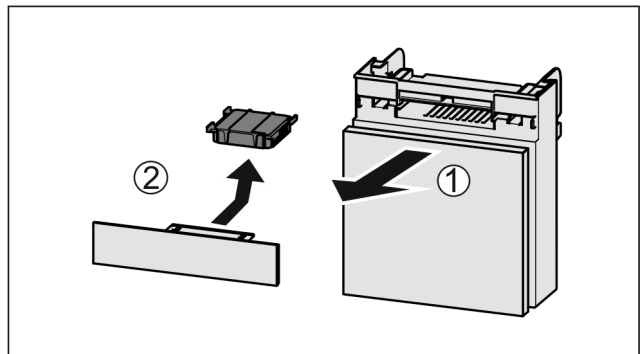

Fig. 34
- ▶ Trekk ut Fig. 34 (1) hyllen fremover.
- ▶ Ta ut Fig. 34 (2) aktivkullfilteret.